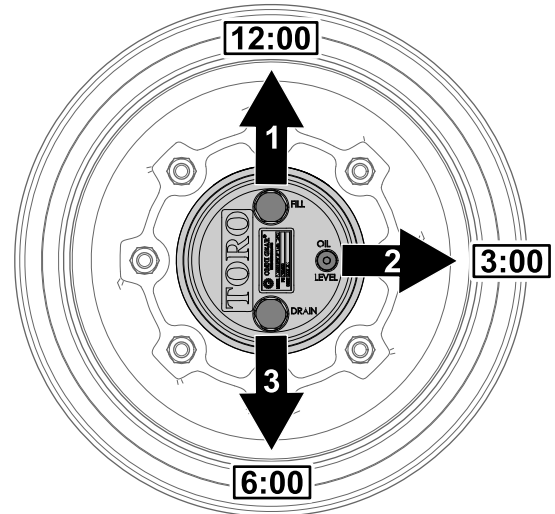

Figura 66
1. Estacione a máquina numa superfície plana, posicione a roda de forma a que o tampão de enchimento fique na posição das 12 horas, o tampão de verificação fique na posição das 3 horas e o tampão de drenagem fique na posição das 6 horas (Figura 66).
2. Retire o tampão de verificação da posição das 3 horas (Figura 66).
1. Estacione a máquina numa superfície plana, posicione a roda de forma a que o tampão de enchimento fique na posição das 12 horas, o tampão de verificação fique na posição das 3 horas e o tampão de drenagem fique na posição das 6 horas; consulte Figura 66 em Verificação do lubrificante da transmissão da engrenagem planetária (página 52).